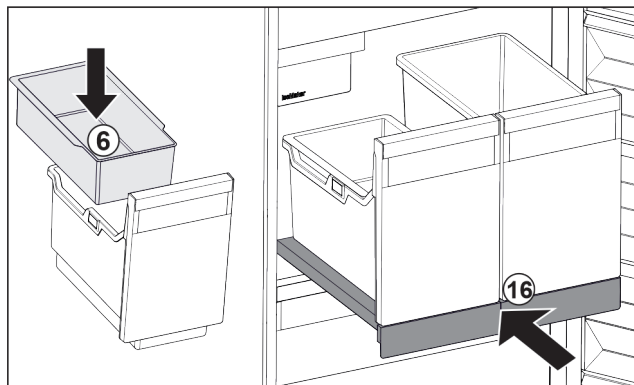

Fig. 48
- Sätt in det hängande facket Fig. 48 (6) för istärningar.
- Skjut in utdragshyllan med behållare (IceTower). Fig. 48 (16)